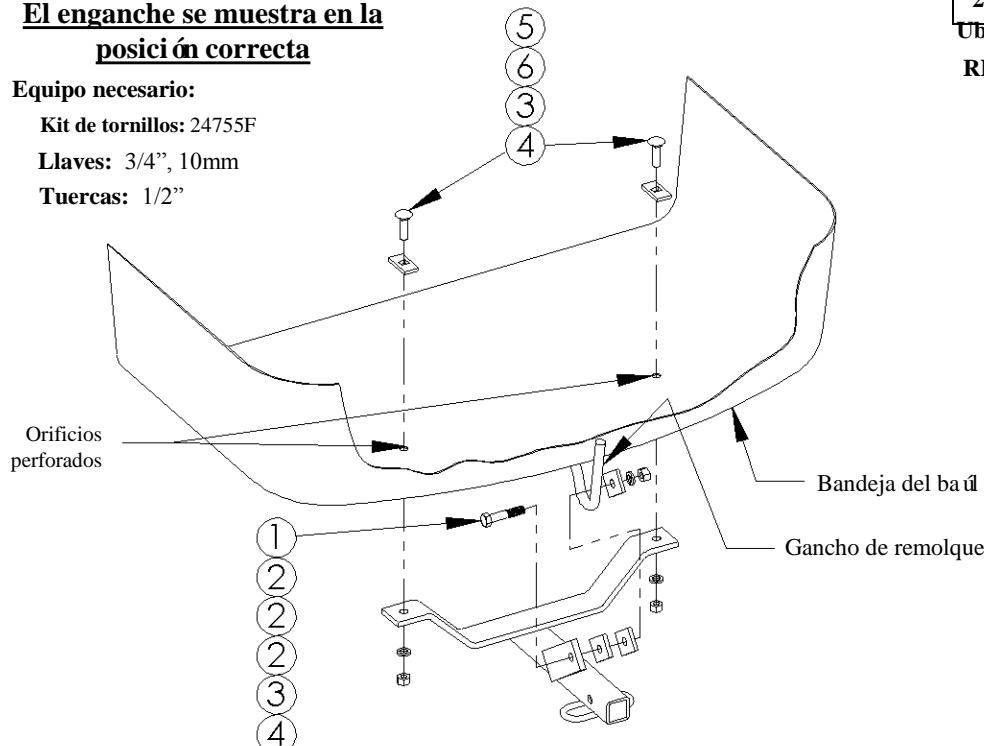

Figura 1
3. Una el enganche al gancho de remolque como se muestra en la figura 1. Oriente los espaciadores con respecto al gancho de remolque como se muestra en la figura 2 y figura 3.
5. Instale el enganche a la bandeja del baúl con los pernos de carroaje, espaciadores, arandelas de bloqueo y tuercas como se muestra en la figura 1.